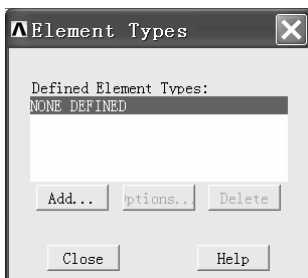

图 3-162 “Element Types” 窗口
(2) 依次选择 Main Menu>Preprocessor>Element Type>Add/Edit/Delete, 弹出“Element Types”窗口(见图 3-162)。